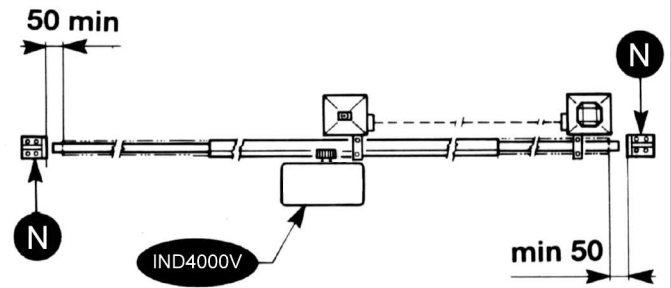
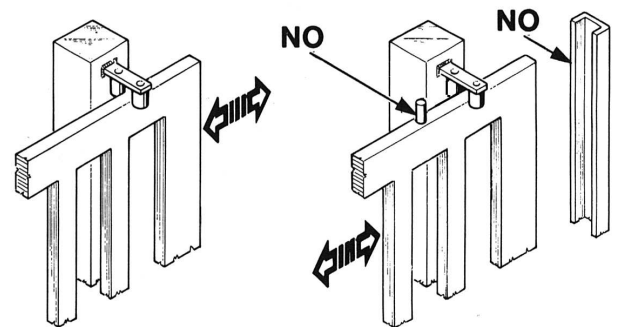

FIG. 2
FIG. 3
Outre les fins de course présents sur l'opérateur, il est nécessaire d'installer des butées mécaniques fixes à l'extrémité de chaque course de sorte à arrêter le portail en cas de dysfonctionnement des fins de course électriques. Pour cela, les butées mécaniques doivent être dimensionnées de sorte à supporter la poussée statique du moteur ajoutée à l'énergie cinétique du portail (N) (Fig.2). Les poteaux du portail doivent avoir des glissières anti-déraillement sur la partie supérieure (Fig. 3), afin d'éviter tout décrochage accidentel.
N.B.: Éliminer les arrêts mécaniques de type indiqué, décrit dans la figure 3.